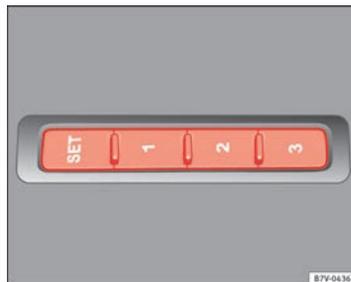

Fig. 80 Touches de mise en mémoire sur la partie extérieure du siège du conducteur.
- Maintenez la touche **SET** enfoncée pendant plus d'une seconde → fig. 80.